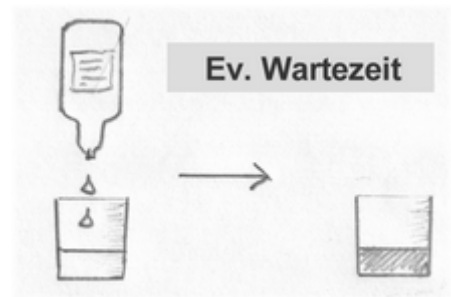

Abb. 6
- 4 Tropftest nach Beschreibung ausführen und die Wartezeit laut Tropftestbeschreibung **genau** einhalten (Abb. 6).